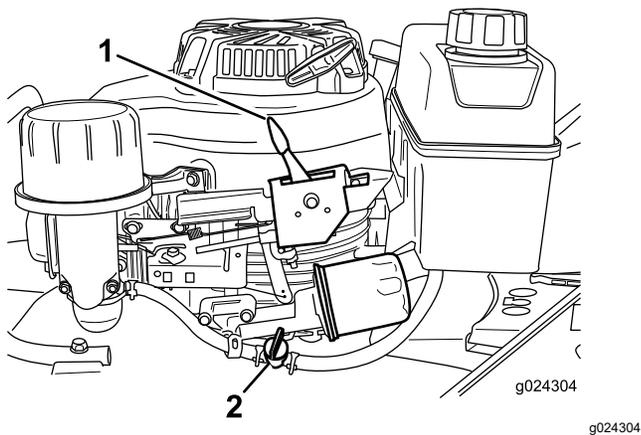

Figure 16
2. Ouvrez le robinet d'arrivée de carburant en déplaçant le levier vers la **droite** (Figure 16).
Remarque: Fermez le robinet de carburant en tournant le levier (Figure 16) vers la gauche si vous ne prévoyez pas de démarrer le moteur tout de suite après.